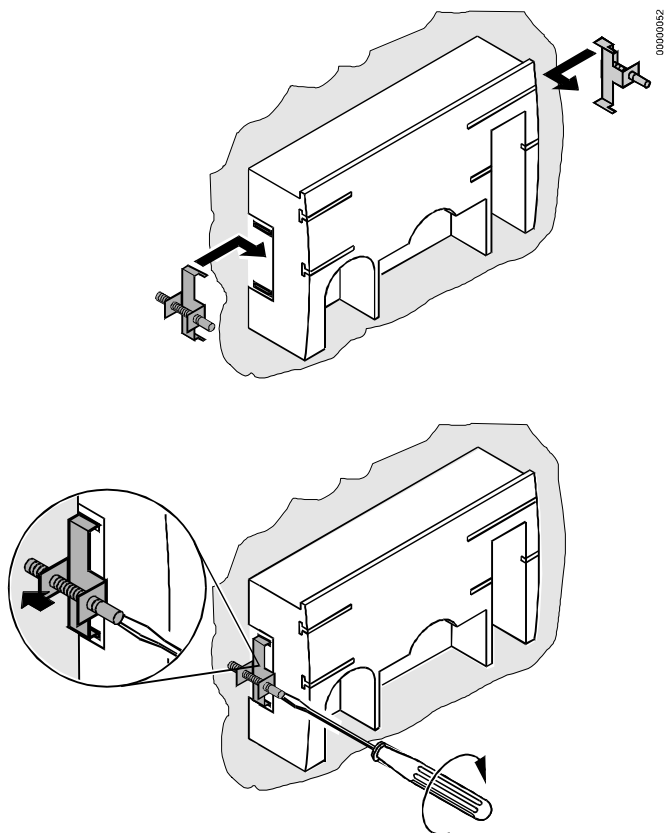

Рис. 10. Крепление контроллера к передней дверце с помощью крепежных хомутов
5. Установите с обеих сторон контроллера хомуты для крепления к передней дверце и затяните винты с помощью отвертки, как показано на рис. 10.